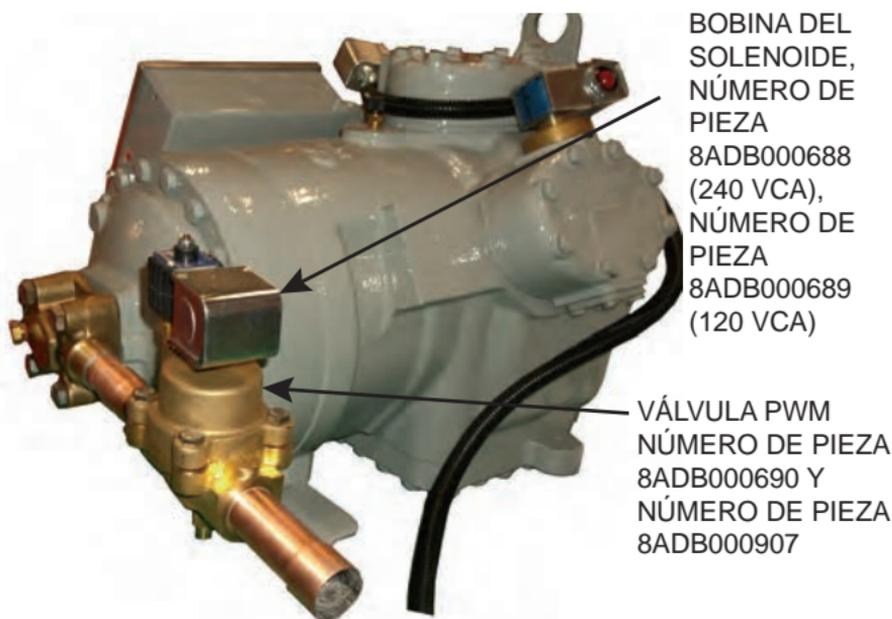

Fig. 40: Posición de la válvula de la bobina del solenoide y del vástago de la válvula PWM
- La válvula PWM se debe montar en posición horizontal, de modo que el vástago de la válvula de la bobina del solenoide esté en posición vertical. El montaje en cualquier otra dirección o forzar un ángulo inclinado puede provocar un mal funcionamiento de la válvula. Consulte la fig. 40.